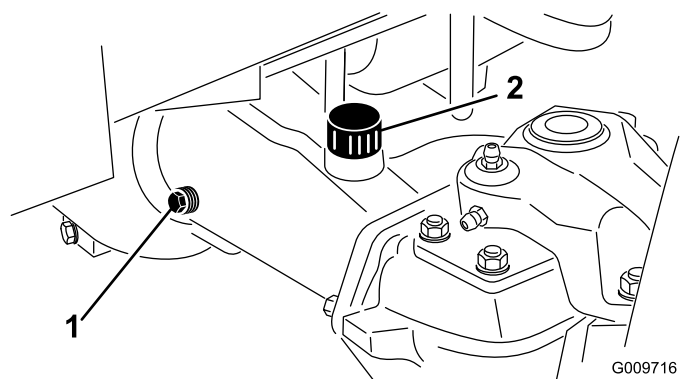

**Bild 144**
2. Reinigen Sie den Bereich um die drei Ablassschrauben (Bild 144): Je eine an jedem Kegelradgetriebegehäuse (außerhalb der Achsgehäuse) und eine im mittleren Getriebegehäuse.
3. Entfernen Sie die Ablassschrauben (Bild 144) und lassen das Öl in eine Auffangwanne abfließen.